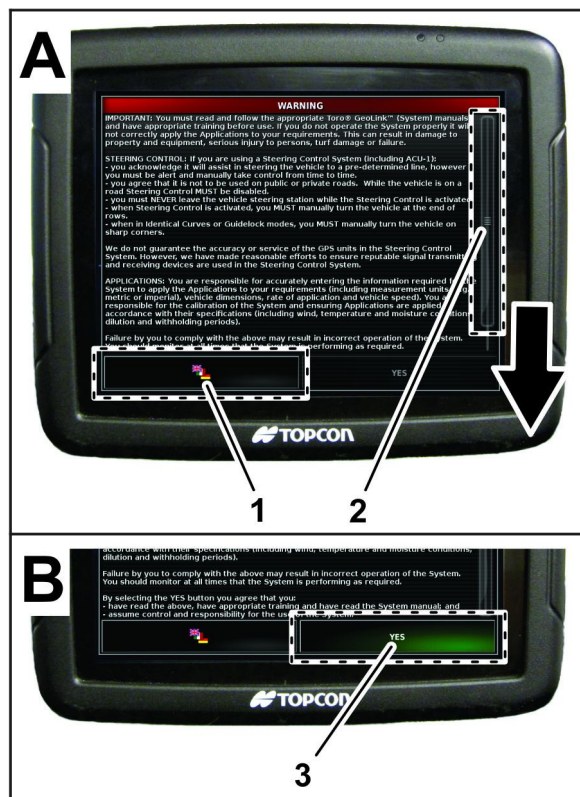

Рисунок 15
1. Если необходимо, нажмите на значок выбора языков, чтобы изменить язык интерфейса дисплея X25 (Рисунок 15).
3. Прочтите «Лицензионное соглашение конечного пользователя» (Рисунок 15).
Используя полосу прокрутки, перейдите к нижней части экрана. Значок ДА станет зеленым (Рисунок 15).
4. Нажмите на значок ДА, чтобы перейти на главный экран (Рисунок 15).